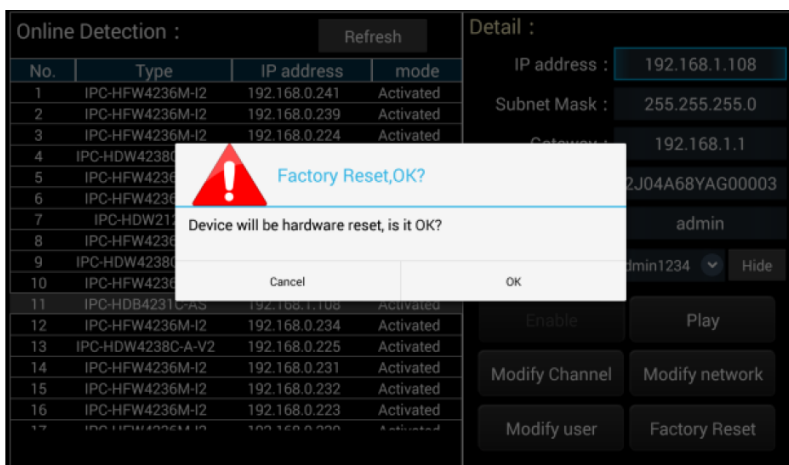

Рис. 172 Сброс к заводским настройкам
7. Для сброса настроек видеокамеры к заводским воспользуйтесь кнопкой Factory Reset (Сброс к заводским настройкам), рис. 172